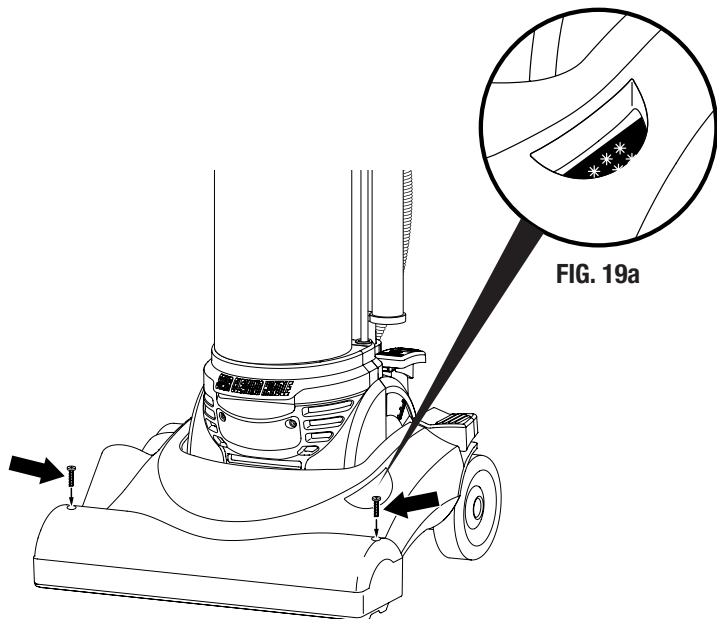

FIG. 19
Brushroll Performance Window (FIG. 19) To check condition of belt watch to see if white dots on belt are moving through the performance window (FIG. 19a). This indicates the brushroll is turning.
Step 2: (FIG. 19) Remove two screws to release hood. Lift hood to expose belt and brushroll.
Fenêtre de performance de la brosse (FIG. 19) Fenêtre de performance de la brosse. Pour vérifier l'état de la courroie, assurez-vous que des points blancs apparaissant sur la courroie se déplacent dans la fenêtre de performance (FIG. 18a). Ceci indique que le rouleau-brosse tourne.
Étape 2 : (FIG. 19) Retirez les deux vis du capot pour l'enlever et soulevez-le afin de repérer la courroie et le rouleau-brosse.
Ventana de rendimiento del cepillo circular (FIG. 19) Para verificar la condición de la correa, verifique que los puntos blancos se muevan a lo largo de la ventana de rendimiento (FIG. 19a). Esto indica que el cepillo está girando.
Paso 2: (FIG. 19) Retire los dos tornillos para liberar la tapa. Levante la tapa para obtener acceso a la correa y al cepillo circular.